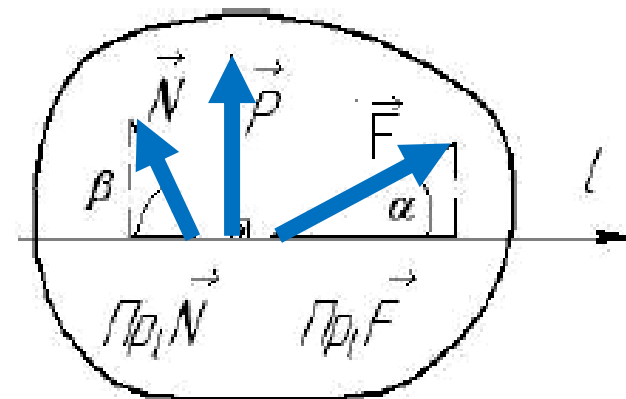

Рис. 2.3
*Замечание.* Это скалярная величина (рис. 2.3). Проекция имеет знак плюс, если перемещение от ее начала к концу происходит в положительном направлении оси.